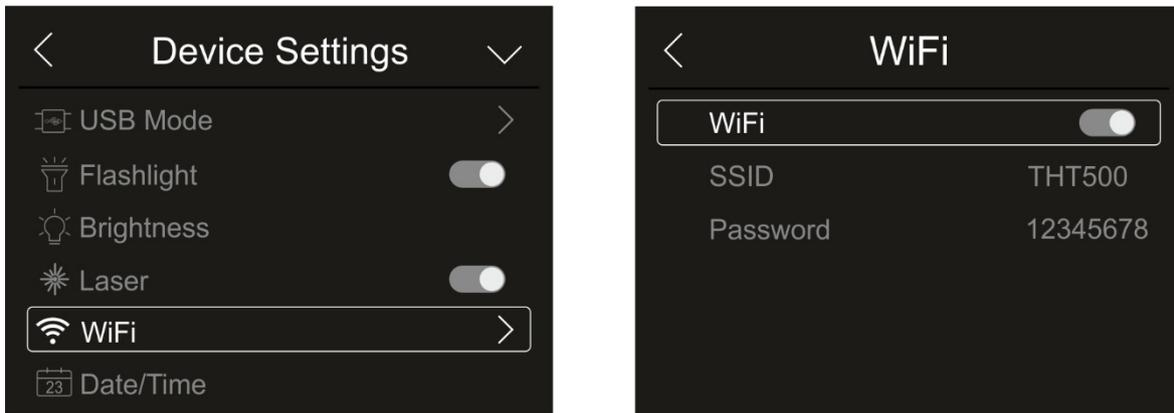

Fig. 17: Ativar ligação WiFi
1. Clique em “WiFi” para entrar na seção de ativação/desativação e personalização da ligação WiFi do instrumento. O ecrã da Fig. 17 – lado direito é exibido no dispositivo
3. Clique em “SSID” para definir um identificador de ID personalizado da ligação WiFi (padrão THT500). O ecrã da Fig. 17 - lado esquerdo é exibido no dispositivo
5. Clique em “Password” para definir a senha personalizada da ligação WiFi (padrão “12345678”). O ecrã da Fig. 17 - lado direito é exibido no dispositivo